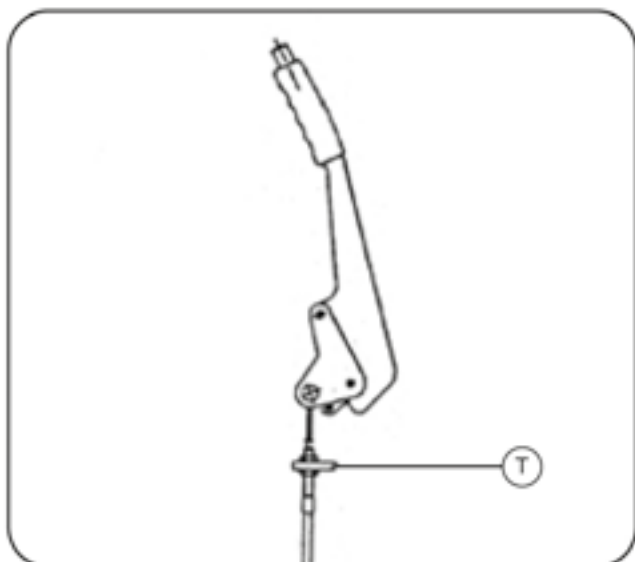

Fig. 18
2) FRENO DE ESTACIONAMIENTO (Fig. 18)
Ajustar el recorrido del mando del freno de estacionamiento, mediante en tensor (Fig. 18). La palanca del freno de estacionamiento debe bloquear los frenos a la mitad de su carrera total.
2) PARKING BRAKE (Fig. 18)
Adjust the stroke of the parking brake lever through the turnbuckle T (Fig. 18). The parking brake lever is required to block the brakes halfway along their full run.
2) FREIN DE STATIONNEMENT (Fig. 18)
Ajuster la commande du frein de stationnement. Parmi le tireur T (Fig. 18) le levier du frein de stationnement doit bloquer les freins à partir de la moitié de son parcours total.